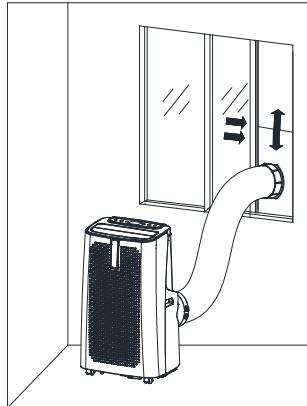

Рис.6
2) Вытяните вытяжной шланг и защелкните плоский конец шланга в отверстии уплотнительной пластины окна (как показано на рис. 6 и рис. 7).